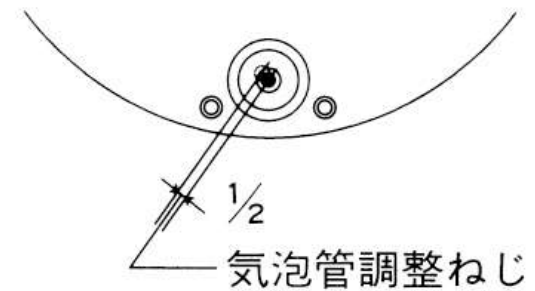

図13
- (4) あとの半分を六角棒スパナを使い、円形気泡管調整ねじ③を回して、○内に気泡を入れて下さい。(図13)